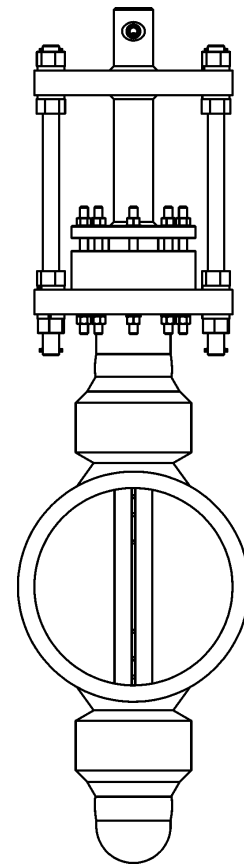

Рис.3. Main Steam Annubar с опорой с противоположной стороны.
- Конструкция Main Steam Line (рис.3) обеспечивает более высокую устойчивость к давлению, чем фланец ANSI 2500 фунтов (DIN PN400)